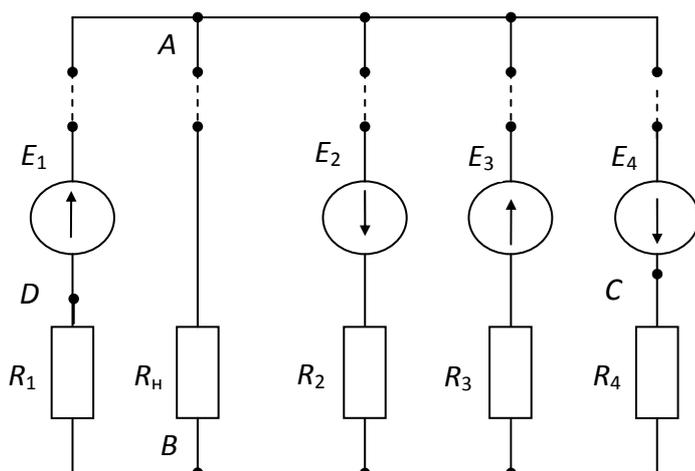

Рис. 3.5. Схема лабораторного стенда
На лабораторном стенде представлена схема электрической цепи (рис. 3.5), включающая в себя четыре источника ЭДС, включение которых можно варьировать, и пять резистивных элементов, номиналы которых можно легко прочесть, т. к. надписи на сопротивлениях обращены к студенту. Буква *E* в обозначении означает [Ом]. Например, при надписи *51E* сопротивление резистора равно 51 Ом, при надписи *2K* сопротивление резистора 2 кОм = 2000 Ом. Выпишите номиналы резисторов в табл. 3.1.
Исходные данные к расчетной схеме (рис. 3.5)
1. Изучите теорию методов расчета электрических цепей и порядок выполнения данной работы. Ознакомьтесь с лабораторным стендом и электрической схемой цепи (рис. 3.5). Ответьте на контрольные вопросы и получите допуск у преподавателя на выполнение данной работы.
2. Проведите анализ схемы электрической цепи лабораторного стенда (рис. 3.5). Сколько эта схема содержит ветвей ( $m$ ), узлов ( $n$ )? Задайтесь условно-положительными направлениями токов ветвей.
3. Применяя метод, соответствующий вашему варианту, найдите токи в схеме электрической цепи постоянного тока (если методом является метод эквивалентного источника, то найдите ток в ветви с сопротивлением  $R_n$ , рис. 3.5). Результаты расчетов занесите в табл. 3.6 под буквой «Р».
5. Проведите расчет токов схемы рис. 3.5, используя метод проверки, указанный для вашего варианта.
на резистивных элементах электрической цепи (рис. 3.5)
в ветвях электрической цепи (рис. 3.5)